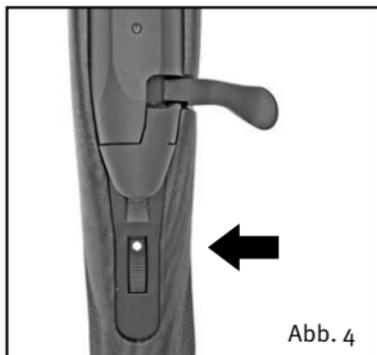

Abb. 4
Sicherungs-Stellung (Abb. 4)
1. Sicherungsrade des Gewehres auf Sicherungs-Stellung (Abb. 4).
Falls nach dem Schuss ein Nachladen erforderlich ist, den Kammergriff öffnen. Durch Zurückziehen des Verschlusses wird die abgeschossene Patronenhülse ausgezogen und ausgeworfen. Beim Vorschieben der Kammer wird eine neue Patrone in das Patronenlager des Laufes eingeführt. Verschluss durch Verdrehen des Kammergriffes wieder verriegeln. Sicherung auf Stellung gesichert (Abb. 4) drehen.
Die Waffe ist erneut geladen, gespannt und gesichert. Wird das Gewehr entschichert, der Schuss unterbleibt jedoch, ist sofort wieder zu sichern (Abb. 4).